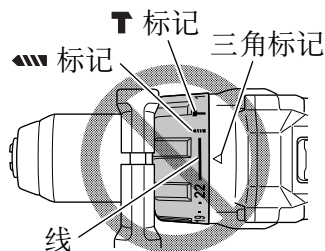

图 16
- 当离合器转盘位于“22”和钻机标记中部的线之间时, 请勿使用本机, 否则会造成损坏。(参照图 16)